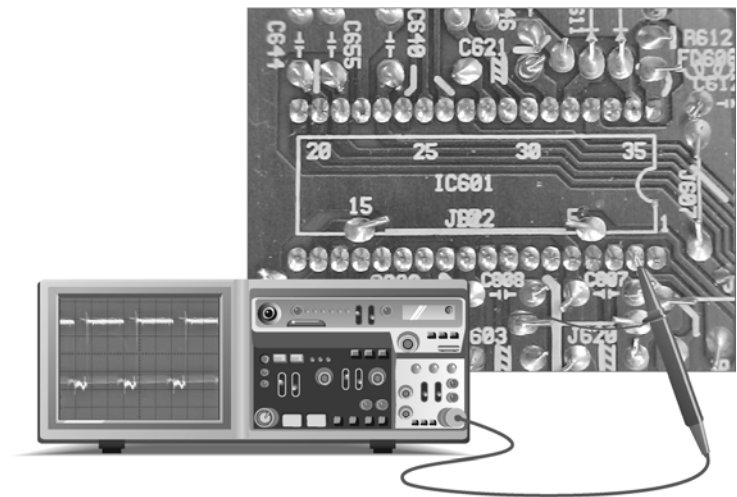

图 2-66 M52743BSP②脚输入的 B 信号波形的检测
继续检测 B 输入信号的波形，将示波器的探头放到 M52743BSP 的②脚上，即可测出 B 信号是否正常，具体操作及波形如图 2-66 所示。